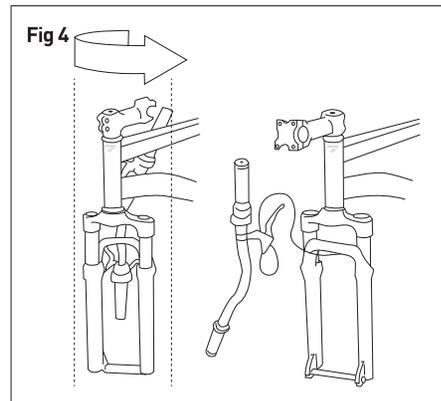

Fig 5
- Retira los tornillos con la llave Allen N°4 e aplica un poco de grasa en ambas partes de la potencia. (Fig 5)